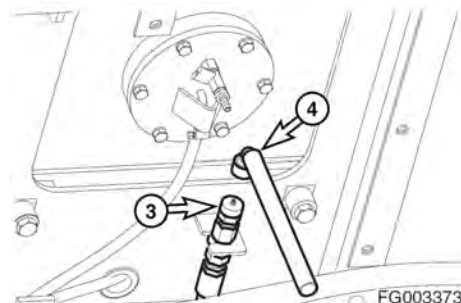

Рис. 26
5. Если уровень масла превышает отметку “H” на щупе, открыть крышку сливного вентиля (3, рис.26) и присоединить шланг (4) к вентилю. Слить излишнее масло в подходящий контейнер.